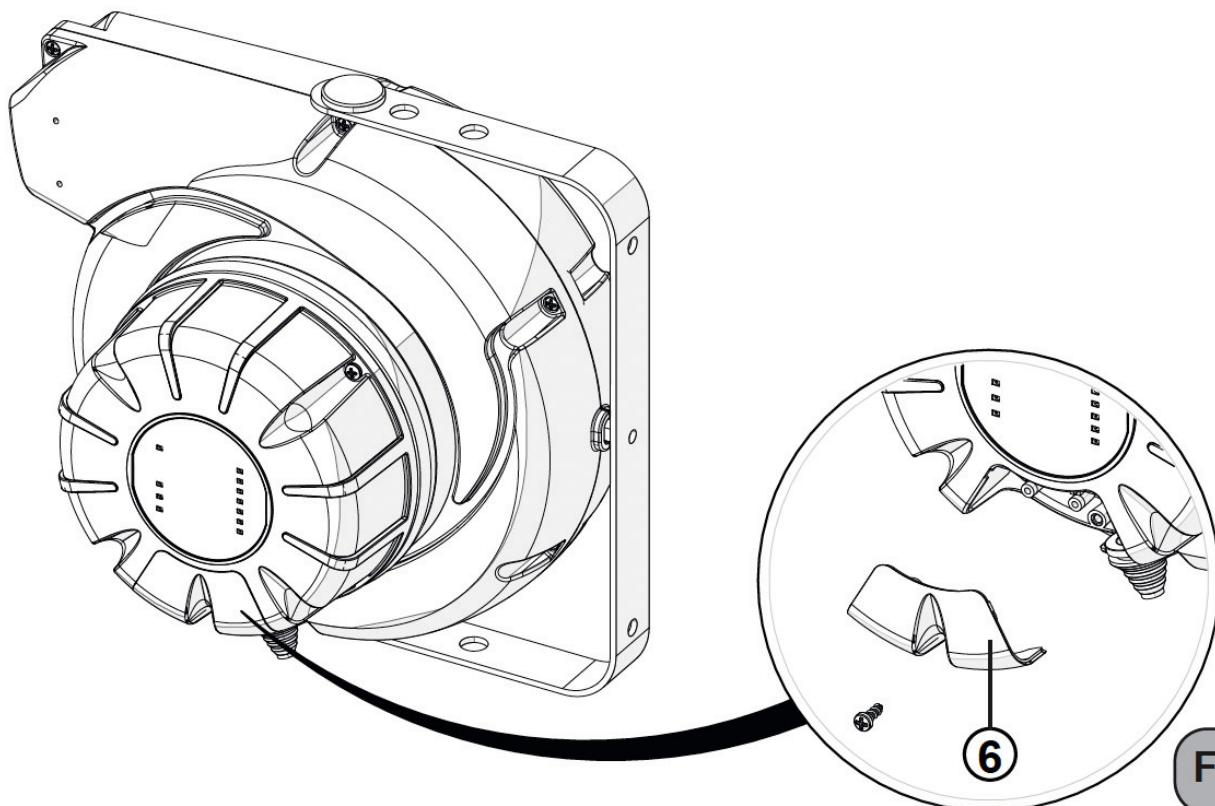

Fig. 3
Pour accéder au relais auxiliaire (7), ouvrir le volet (6) en dévissant la vis (FIG. 3).